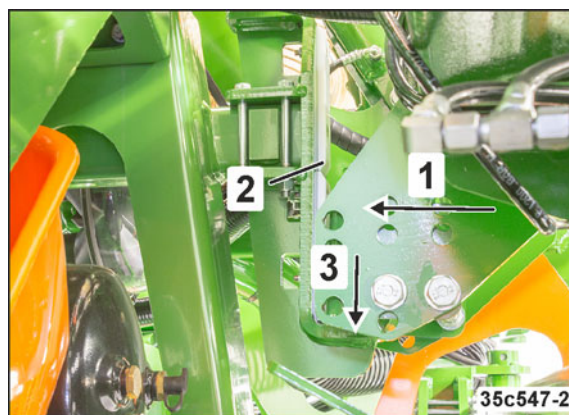

Fig. 279
- 15.1 Actionner le distributeur *vert* du tracteur jusqu'à ce que les deux tronçons de la machine (Fig. 279/1) soient placés contre les patins (Fig. 279/2) du dispositif de verrouillage de transport.
- o les tronçons de la machine soient abaissés et bloqués par les crochets de verrouillage (Fig. 279/3),
Les crochets de verrouillage (Fig. 279/3) constituent le verrouillage de transport mécanique des tronçons de la machine.
Vérifiez que les crochets de verrouillage (Fig. 279/3) sont correctement placés.